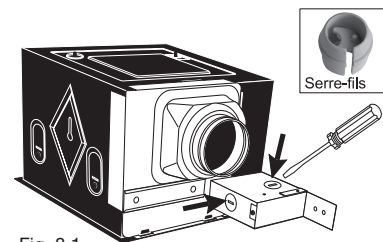

Fig. 8.1
- 1- Dévissez et retirez le couvercle du compartiment électrique du ventilateur et enlevez l'entrée défonçable (knock-out) désirée. Installez le serre-fils (compris) dans cette entrée. (Fig. 8.1)